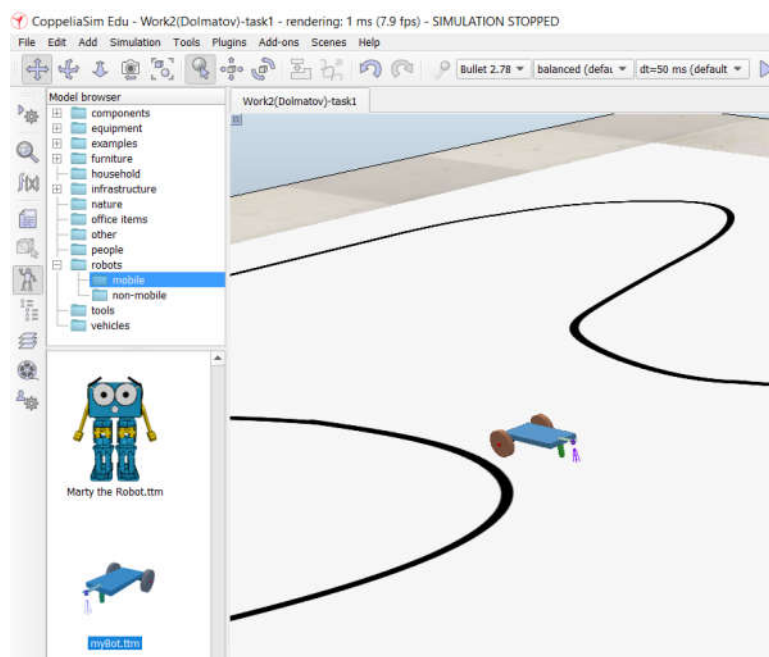

Рис. 5. Модель трехопорного робота в коллекции Coppeliasim
17. На левой панели инструментов в главном окне Coppeliasim нажмите пиктограмму , чтобы открыть «Model browser». В списке браузера выделите пункт «robots - mobile» и в коллекции найдите модель построенного трехопорного робота (рис. 5).